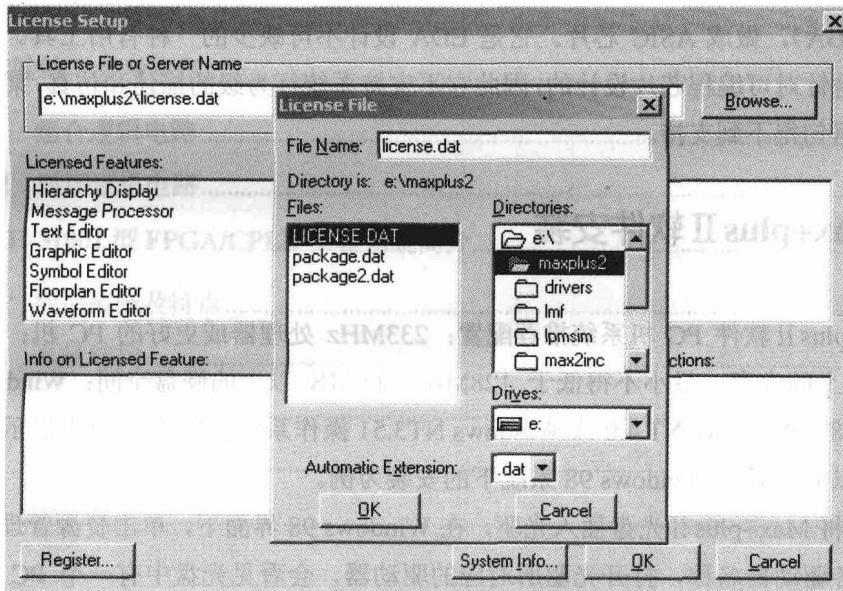

图 1-1 设置授权码
(4) 安装结束后，则屏幕显示 Max+plus II 图标 。关闭安装画面，将该图标移到合适的位置，至此，整个系统安装完毕。以后只需双击该图标即可进入 Max+plus II 系统。
(5) 第一次运行 Max+plus II 时，需要设置授权码，在 <http://www.Altera.com> 上申请授权码，将获得的授权码文件“License.dat”，复制到“max2plus”文件夹里（也可复制到别的路径下）。
(6) 设置授权码时，回到 Max+plus II 界面，选择菜单 [Option] | [License Setup]，如图 1-1 所示。通过 [Browse] 按钮选择 License.dat 文件或直接在“License File or Server Name”对话框中输入全路径名的 License.dat 文件名。单击 [OK]，回到 Max+plus II 界面开始进行设计。